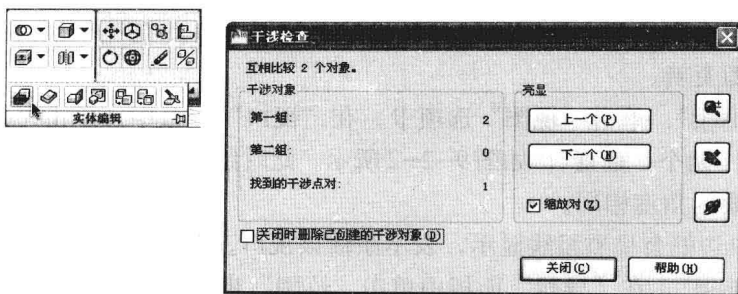
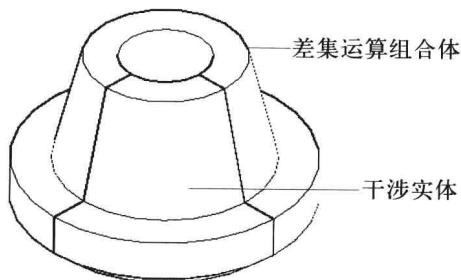

图 9-1-14
图 9-1-15
(3) 在“实体编辑”面板中单击“干涉检查”按钮，命令行提示“选择第一组对象或 [嵌套选择 (N) / 设置 (S)]”，单击长方体和三维实体，按 Enter 键，命令行提示“选择第二组对象或 [嵌套选择 (N) / 检查第一组 (K)] <检查>”，按 Enter 键，打开“干涉检查”对话框，取消勾选“关闭时删除已创建的干涉对象”，此时视图中会呈红色显示干涉对象，以线框显示其他实体，如图 9-1-14 所示。
(4) 对干涉对象满意之后，单击“关闭”按钮，创建干涉对象。
(5) 在“实体编辑”面板中单击“差集”按钮，单击三维实体，按 Enter 键，再单击长方体并按 Enter 键，效果如图 9-1-15 所示。